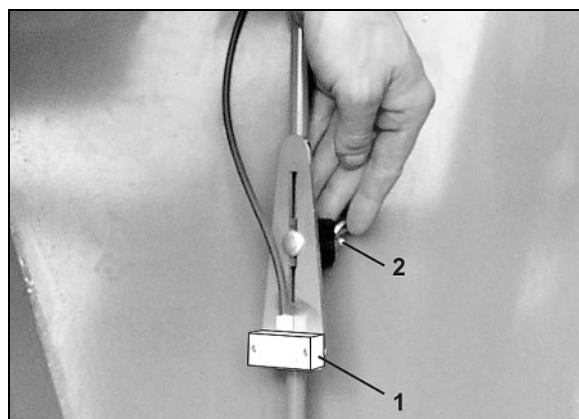

Fig. 82
1. Enlevez la goupille (Fig. 82/2) (nécessaire uniquement pour fermer la trémie de semences pleine avec le clapet (Fig. 82/1).